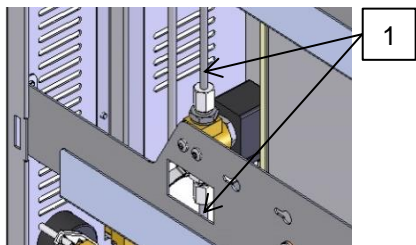

Abb. 2: Entlüftungsleitung demontieren
- Verschraubungen von Rohrbögen (Kennzeichnung 1 → Abb. 2) lösen und Entlüftungsleitungen komplett entfernen.